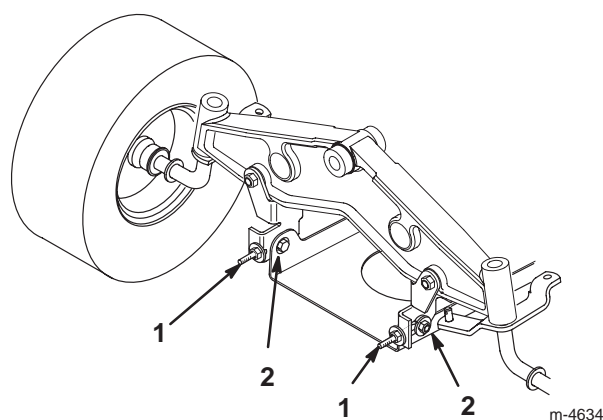

Figure 15
10. Pour régler l'inclinaison avant/arrière des lames, desserrez légèrement les boulons de fixation de la plaque de pivot avant (Fig. 15).
11. Tournez les contre-écrous des boulons à œil pour modifier le réglage (Fig. 15). Serrez les contre-écrous pour relever l'avant du plateau et desserrez-les pour abaisser l'avant du plateau.
13. Quand l'inclinaison avant/arrière est correcte, resserrez les boulons de fixation de la plaque de pivot (Fig. 15).